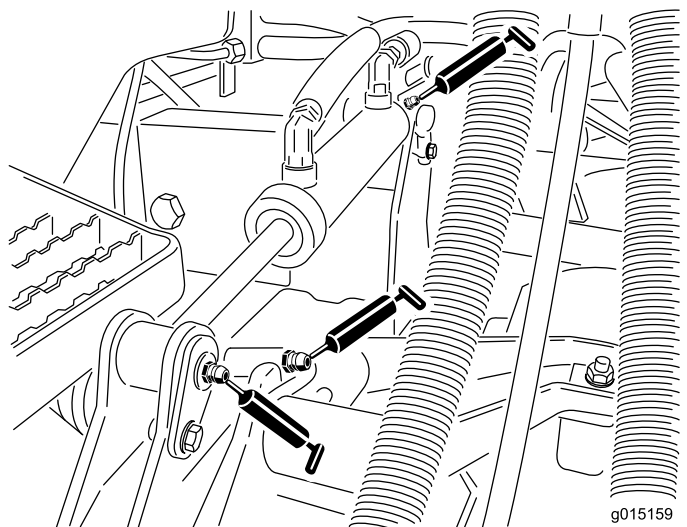

Figura 49
- Boccole (1 per piatto di taglio) del braccio di sollevamento (Figura 49).
- Boccole (2 per piatto di taglio) del braccio di sollevamento (Figura 49).